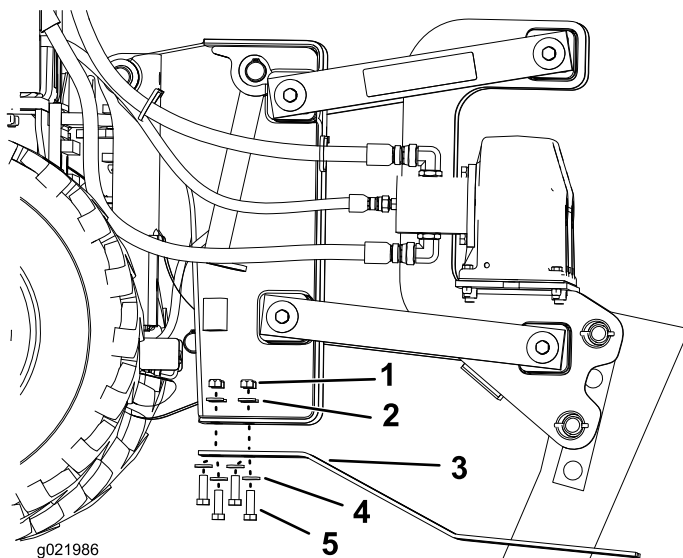

Figure 10
3. Retirez les 4 boulons, les 4 écrous et les 8 rondelles des patins (Figure 10).
4. Posez des patins neufs et fixez-les avec les fixations retirées précédemment (Figure 10).